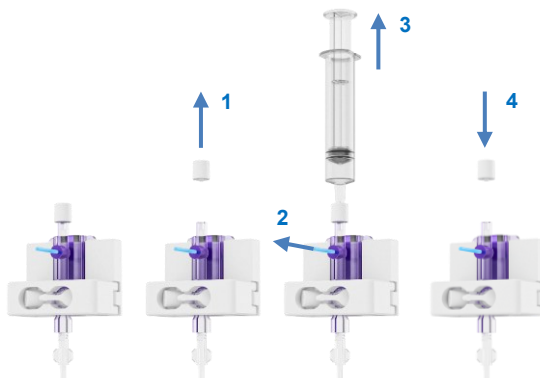

Figura 24 Eliminarea aerului din senzorul de presiune
- Îndepărtați capacul din partea superioară a senzorului de presiune și plasați o seringă sterilă pe port (Figura 24; pasul 1).
- Pentru a umple linia de presiune și pentru a elimina aerul, trageți clapeta albastră (Figura 24; pasul 2) în timp ce aspirați cu seringă (pasul 3). Opriți-vă după ce aerul a fost eliminat.
- Puneți capacul înapoi pe senzorul de presiune (Figura 24; pasul 4)